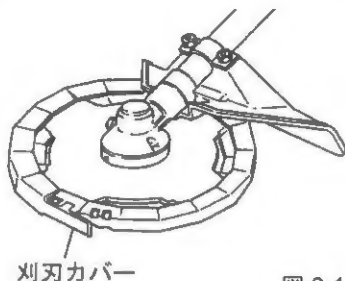

図 8-1
- 背負式刈払機を移動、保管する場合は安全のため、必ず付属の刈刃カバーを取付けてください。（刈刃カバーが半円の分割型の場合は刈刃の大きさに合わせて接続してお使いください）（図8-1）